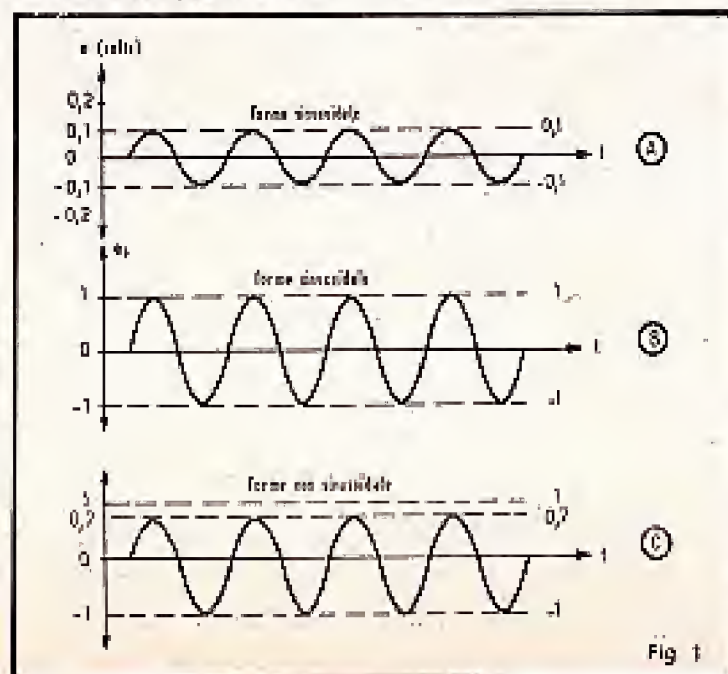

Fig 1
Lorsqu'un amplificateur est parfait, nommé à « haute fidélité » dans le domaine de la basse fréquence, le signal de sortie doit, à l'amplitude près, reproduire le signal d'entrée. Cela est montré à la figure 1 en (A) et (B).